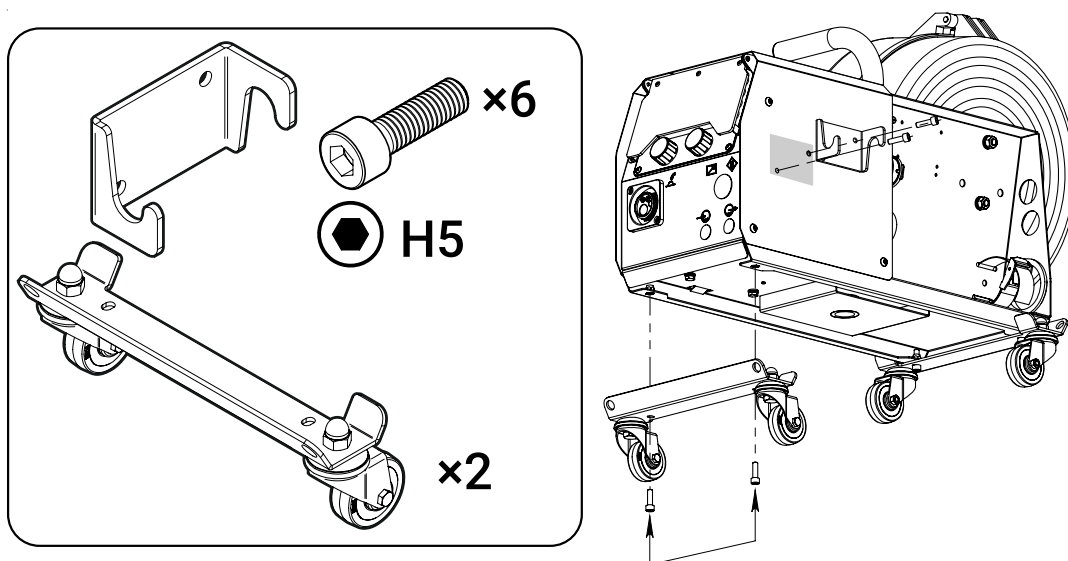

Рис. 7 – Монтаж шасси УПП
- 1 Установить и прикрепить на болты крюк горелки (Рис. 7).
- 2 Установить УПП на шасси и прикрепить при помощи болтов (Рис. 7).